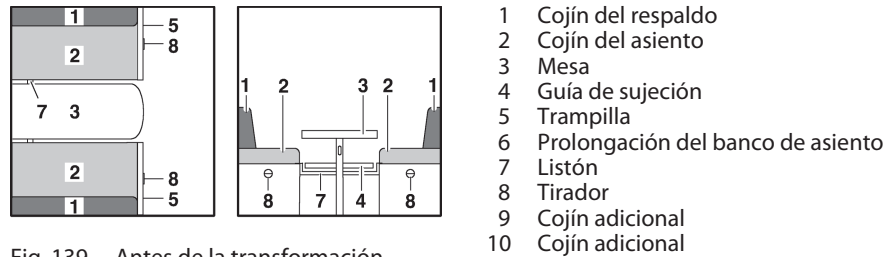

Fig. 139 Antes de la transformación
- Ampliar la mesa (Fig. 139,3) y transformarla en base de cama (véase apartado 7.9).
- Meter el listón (Fig. 139,7) o tirarlo hacia dentro. El listón tiene la posición correcta cuando soporta el tablero de mesa aprox. 15 - 20 cm detrás de la pata de mesa.
- Tirar del asidero (Fig. 139,8) y abrir la trampilla (Fig. 139,5).